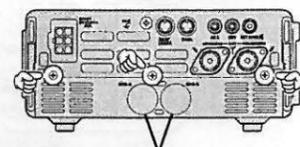

Abb. 2 Plastikkappen
5. Um die Ladebuchse des Akkus zugänglich zu machen, die dem eingebauten **FNB-78** entsprechende Plastikkappe („A“ oder „B“) aus der Rückseite der unteren Gehäuseabdeckung entfernen. Dazu die Kappe so verdrehen, dass sie sich ohne Gewalt herauschieben lässt (Abb. 2).